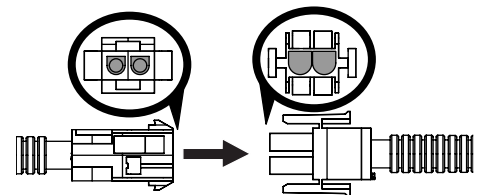

Figura 2-4
1. Conecte el mazo de cables del faro/cableado de 12 V al arnés principal. Asegúrese de que los conectores en D se alineen correctamente. Consulte la Figura 2-4.